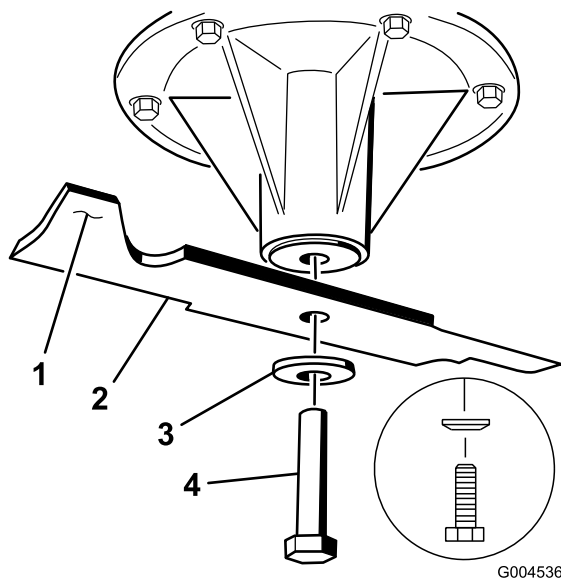

Figure 65
2. Pour les tabliers de coupe de 40 et 48 pouces, enlevez le boulon de lame, la rondelle bombée et la lame de l'axe de pivot (Figure 65).
1. Placez la lame sur l'axe (Figure 65).
**Important:** Pour obtenir une coupe correcte, la partie relevée de la lame doit être tournée vers le haut et dirigée vers l'intérieur du tablier de coupe (Figure 65).
2. Sur les tabliers de coupe de 40 et 48 pouces, montez la lame, la rondelle bombée et le boulon de lame (Figure 65).